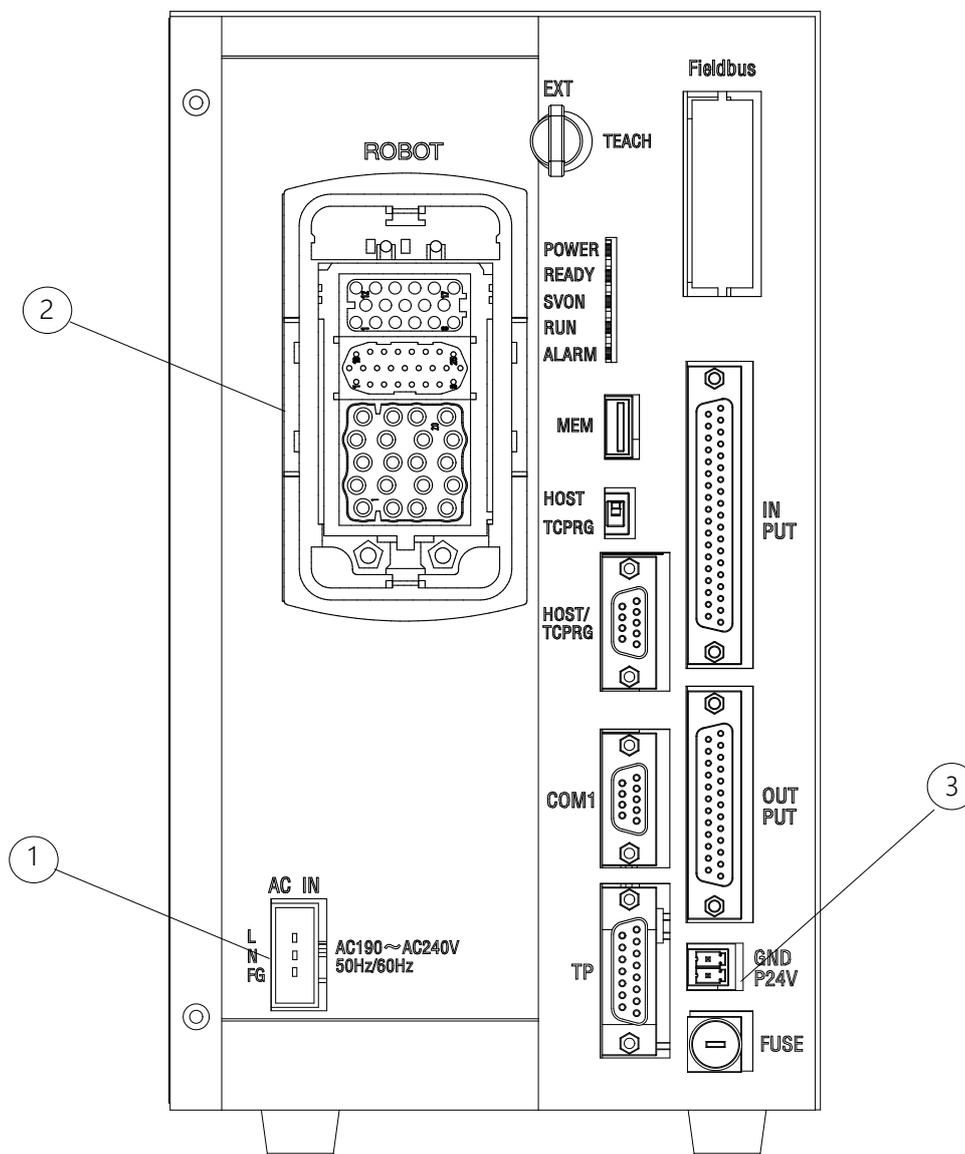

図 4.1 ロボットコントローラコネクタ配置図
コントローラに接続されるケーブルは図 4.1 の通りです。
## 4.1.2 電源線の接続“ACIN ” 図 4.1 -①
コネクタは ACIN(図 4.1-①)です。
## 4.1.3 モータ線の接続“ROBOT” 図 4.1-②
#### 4.1.4 エンコーダ線の接続“ROBOT” 図 4.1-②
#### 4.1.5 ロボット制御信号線の接続“ROBOT” 図 4.1②
#### 4.1.6 ブレーキ信号線の接続“ROBOT” 図 4.1-②
## 4.1.7 入出力信号電源供給線の接続 “GNDP24V” 図 4.1-③
## a) 電源線用コネクタ“ACIN” 図 4.1-①
## b) モータ、エンコーダ、ロボット制御信号線、ブレーキ信号線用コネクタ“ROBOT” 図 4.1-②
## c) 入出力信号電源供給用コネクタ “GNDP24V” 図 4.1-③